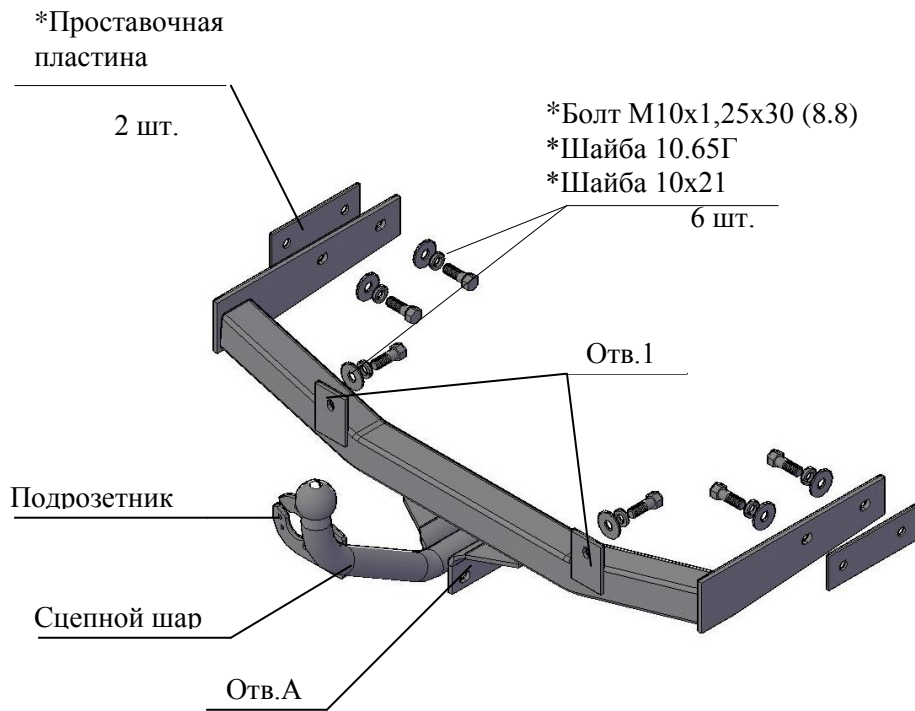

Рис.1 Тягово-сцепное устройство ТСУ 2190
2.1 ТСУ 2190 в сборе (рис.1)	1 шт.
2.2 Пакет с комплектующими (см. рис.1)	1 шт.